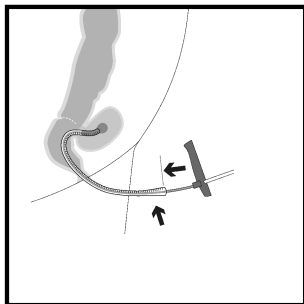

Fig. 3
14. Styr införaren via dränageslangen och skjut svampen framåt, med hjälp av införaren, till slutet av ytterslangen (eller rektoskopet eller proktoskopet). Svampens ände är nu placerad längst in i läckagekaviteten (Fig 3). Under tiden, fortsätt att hålla ytterslangen (eller rektoskopet eller proktoskopet) ordentligt på plats.